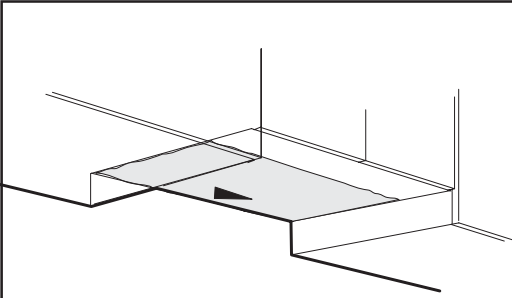

Fig. 7
- Gemäß den Befestigungspunkten F der Dunstabzugshaube (Abb. 7) die Löcher in den Hängeschrankboden bohren oder, falls im Beipack vorhanden, das dafür vorgesehene Bohrschema verwenden (die mit Pfeil gekennzeichnete Kante muß der rückwärtigen Hängeschrankkante entsprechen (Abb. 7)).
- Vom Innern des Hängeschrankes her die 4 mitgelieferten Schrauben C (Abb. 7) in die entsprechenden Löcher F einschrauben (Abb. 7).